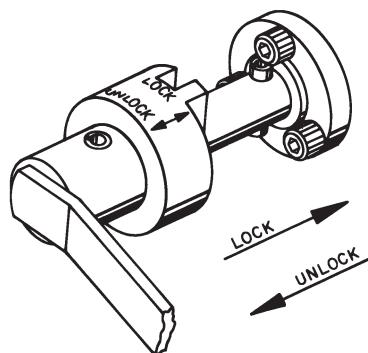

Figura 1
- Prima di fissare un motore, verificare che il meccanismo di bloccaggio della manovella di cui è dotato il cavalletto sia inserito. Vedi Figura 1.
Per assicurare la stabilità del motore in tutte le posizioni, il cavalletto è dotato di un meccanismo di bloccaggio della manovella senza slittamento. Vedi Figura 1.